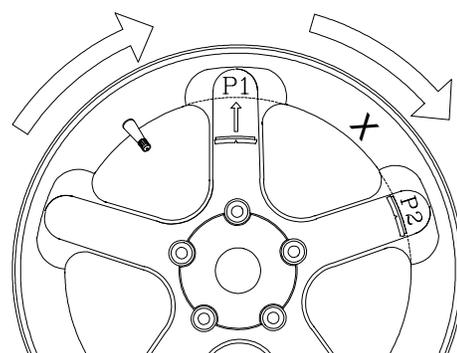

Figure 36
8. L'afficheur indique "P -2" à gauche et le poids d'équilibrage à droite. Placer le poids indiqué dans la "position 2" derrière le rayon, puis faire tourner la roue pour localiser la position 1. Voir Figure 36.